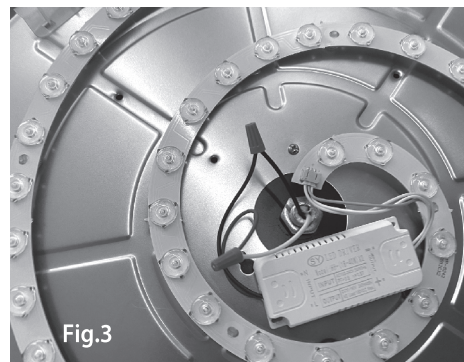

Fig.3
- 3) Effectuez la connexion du Driver au corps principal du ventilateur (fig.3).
- 3) Ligar o condutor ao corpo principal do ventilador (fig.3).